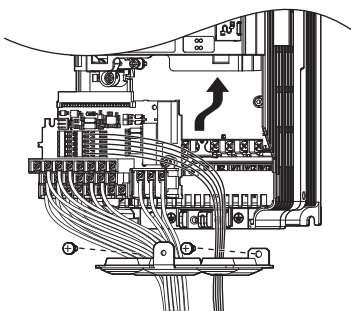

图 78 变频器的更换 (端子排的安装)
1. 完成主回路的接线后，请按照图 78 将拆装式端子排切实插入插口，并用固定螺丝固定。